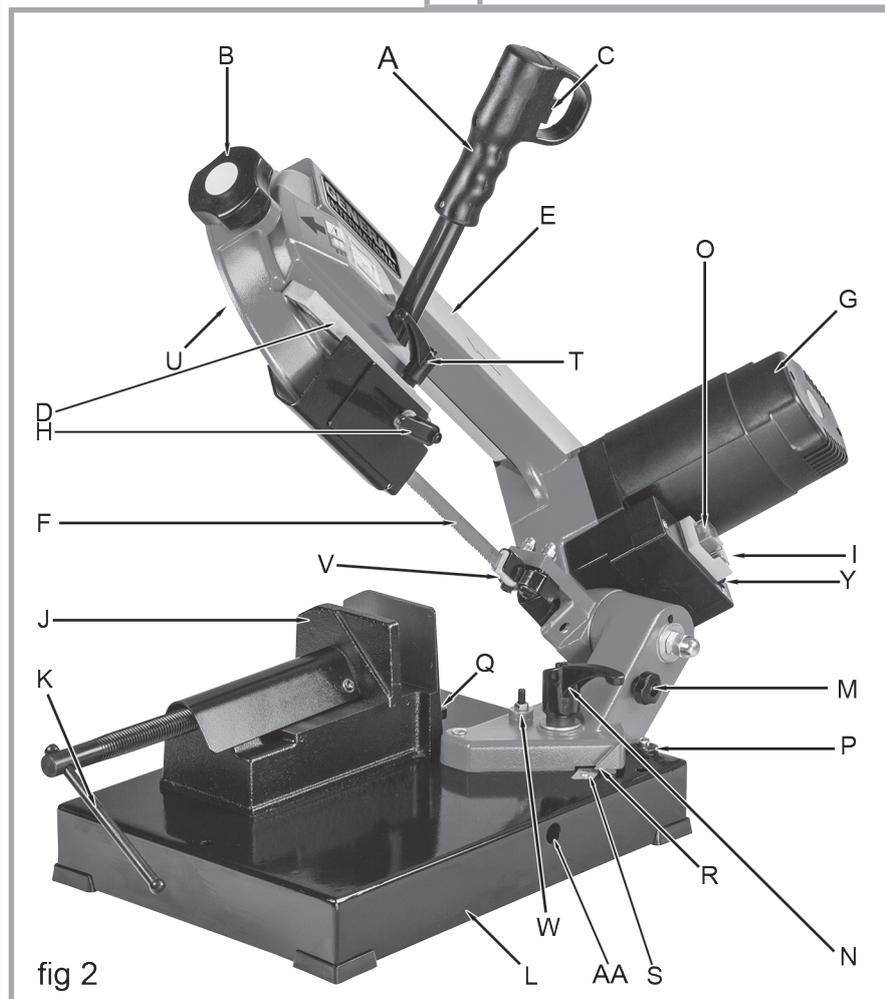

fig 2
- le corps de la machine (E, fig 2,3 et 4); le cadre de la tête complète avec moteur et le système d'entraînement (G, fig 2,3 et 4) assemblés au moyen d'un support pivotant.
- la partie inférieure, constituée d'une base (L, fig 2,3 et 4) et de l'étau (J, fig 2,3 et 4).
- Replier et immobiliser le cadre de tête par l'intermédiaire de la barrure du boîtier. (M, fig 2, 3 et 4).
Tourner le bouton de tension de lame (B, fig 2, 3 et 4) dans le sens horaire jusqu'à un serrement adéquat.
La machine est livrée avec jeu de calibrage de base à 0 ° et 45 °, par arrêt mécanique : le limiteur de 0 ° et 45 ° limiteur d'onglet (P & Q, fig 2 et 3).
- Desserrer le bouton de verrouillage du support pivotant (N, fig 2, 3 et 4).
- Tournez le support pivotant en utilisant la poignée de commande (A, fig 2, 3 et 4).
- Arrêter la rotation lorsque l'indicateur d'angle d'onglet (R, fig 2, 3 et 4) est aligné avec la position sélectionnée sur l'échelle de l'angle d'onglet gradué sur la base (S, fig 2, 3 et 4).
- Verrouiller le support pivotant dans sa nouvelle position en serrant la barrure (N, fig 2, 3 et 4).
- Relâchez le support pivotant en desserrant le verrou de support pivotant (N, fig 2, 3 et 4).
- Verrouiller le support pivotant dans sa nouvelle position en serrant le bouton de verrouillage (N, fig 2, 3 et 4).
- Desserrer le bouton de verrouillage coulissant du guide (T, fig 2, 3 et 4).
- Faites glisser le guide coulissant sur la lame (D, fig 2, 3 et 4) jusqu'à ce qu'il soit aussi proche que possible de la pièce à usiner.
- Verrouiller le guide-lame en position en serrant le bouton de verrouillage du guide (T, fig 2, 3 et 4).
- Sélectionnez la vitesse, si I (197 pi/min) ou II (262 pi/min) (60 or 80 m/min), en utilisant le commutateur de sélection de vitesse (Y, fig 2, 3 et 4).
ATTENTION! La machine est équipée d'un interrupteur d'alimentation (I, fig 2 et 3). Pour être activé avant que le travail est effectué. Une fois le travail a été terminée, éteindre l'interrupteur principal (O, fig 2, 3 et 4).
1. Fixez la pièce à couper à l'aide l'étau (K, fig 2, 3 et 4).
2. Mettez en marche la machine en appuyant sur le bouton à I, fig 2, 3 et 4
3. Appuyez sur l'interrupteur de coupe (C, fig 2, 3 et 4) pour commencer à travailler.
8. Coupez l'alimentation de la machine en appuyant sur l'interrupteur arrêt (O, fig 2, 3 et 4).